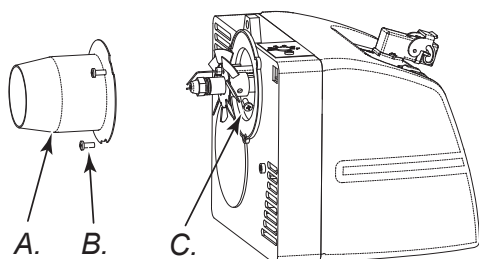

Рисунок 12 - Демонтаж горелки
- Выкрутить три гайки (В на Рис. 12), крепящие трубку горелки (А на Рис. 12).